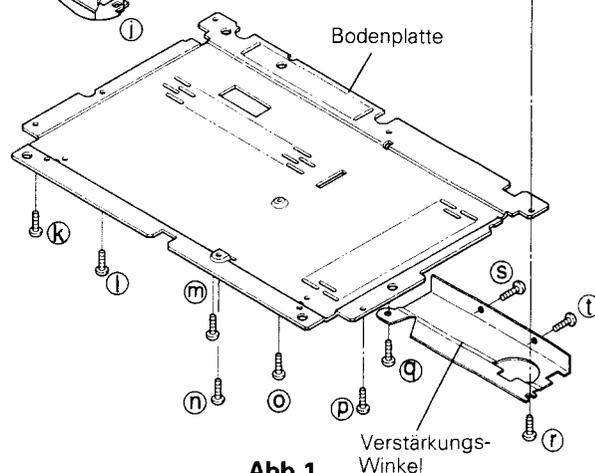

Abb.1
- A. Entfernen Sie die 4 Schrauben (a), (b), (c) und (d) (Siehe Abb.1), mit denen die Abdeckung befestigt ist.
- A. Entfernen Sie die Abdeckung. (Abb.1)